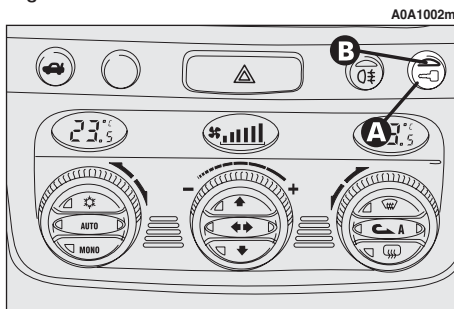

fig. 12
– Pour fermer la porte, tirer le battant; puis, pour empêcher l'ouverture de l'extérieur de la porte, appuyer sur la touche (**A-fig. 12**) placée sur la planche, le voyant de dissuasion (**B**) placé sur cette touche s'allume d'une lumière jaune pour confirmer le verrouillage.